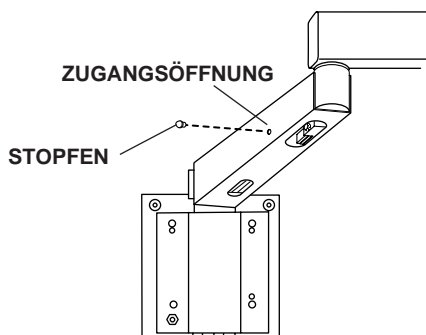

Bild 20. Schwenkarm-Arretierung
2. Entfernen Sie den Stopfen aus der Zugangsöffnung auf der linken Seite des Schwenkarms (siehe Bild 20).